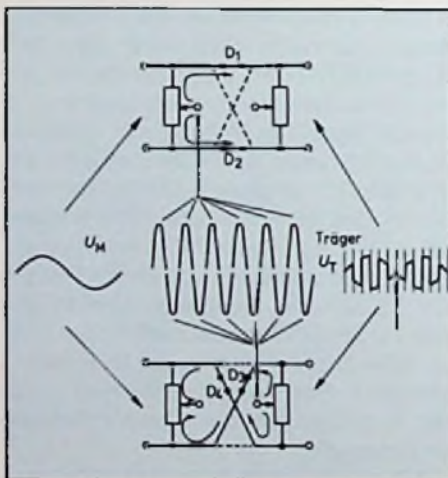

Bild 8.1: Spannungen am Ringmodulator
Beim Ringmodulator dient ein Hf-Träger als Schalter für die 4 im Ring angeordneten Dioden. Das Nf-Signal wird im Rhythmus des Trägers abwechselnd umgepolt (Bild 8.1), so daß einmal D1, D2 und dann D3, D4 leitend werden. Das dabei entstehende Signal ist ein amplitudenmoduliertes Signal mit unterdrücktem Träger (engl. SCAM = Suppressed Carrier Am-
a) Da die Trägeramplitude sehr groß sein muß, arbeitet der Ringmodulator eigentlich als Schalter (Bild 8.1 rechts). Trotz sinusförmigem Träger entstehen am Ausgang steile Schaltflanken mit all ihren Nachteilen. Es entstehen z. B. Oberschwingungen bei der 3., 5. usw. Harmonischen, die in sich ebenfalls mit der Niederfrequenz moduliert sind und durch zusätzlichen Aufwand (Tiefpaß) unterdrückt werden müssen.